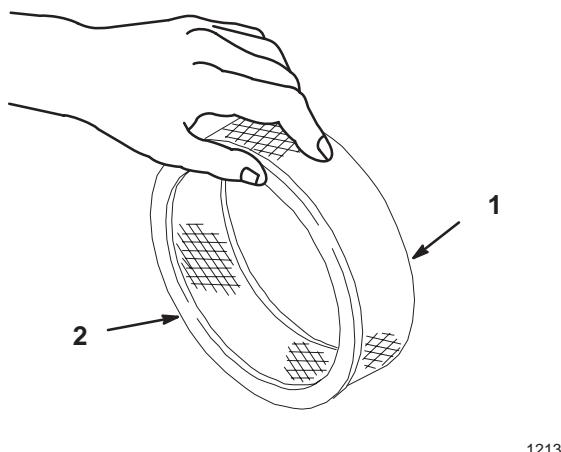

Figure 19
- A. Tapoter doucement l'élément sur une surface plane pour faire tomber la poussière et la saleté (Fig. 19).